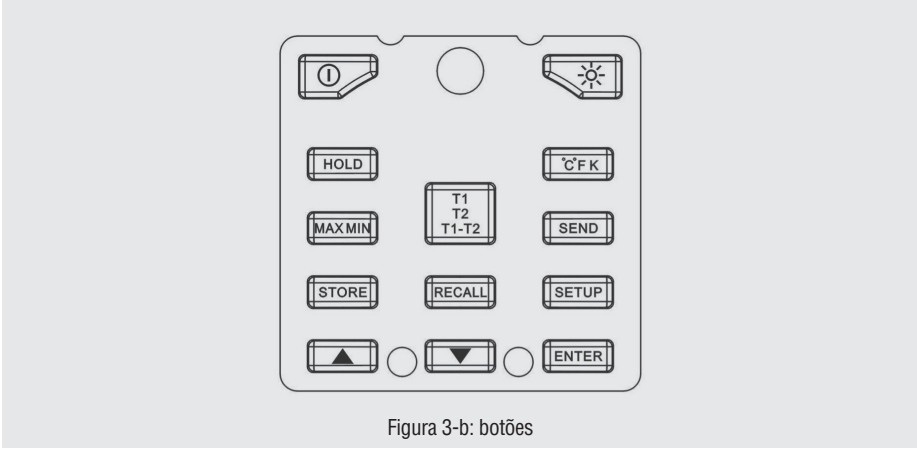

Figura 3-b: botões
- A Figura 3-a e a 3-b e a Tabela 5 descrevem as funções dos botões.